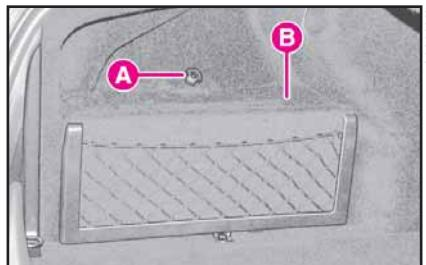

fig. 1
**3)** Afloje el pomo A (fig. 1) y quite la tapa B.